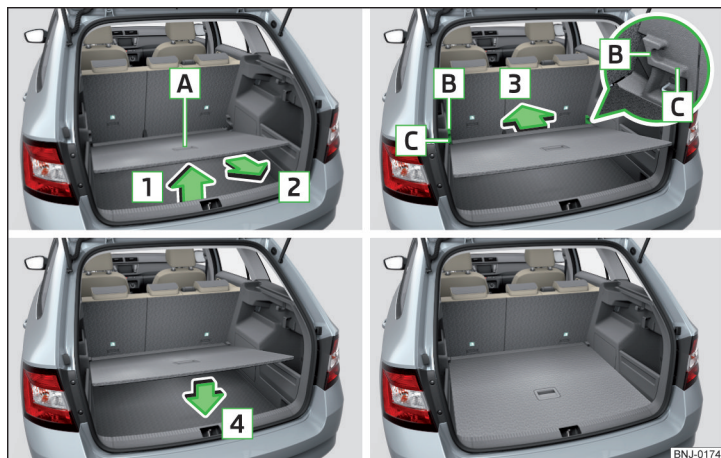

Fig. 106 Indstilling af variabel bundplade i øverste position
- Tag fat i den variable bundplade ved grebet **A** » Fig. 106.